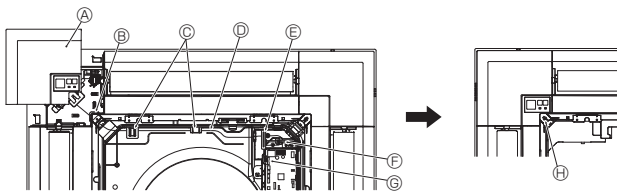

Fig. 9-9
9.4.5. Установка приемника сигналов (Fig. 9-9)